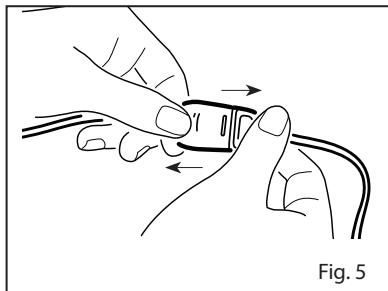

Fig. 5
1. Se reporter à la **figure 5**. Tirer fermement sur le connecteur du capteur pour le retirer du câble patient.